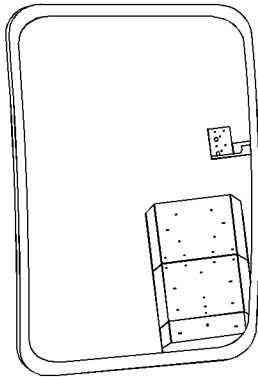

Ilustración 90
El soporte del espejo es ajustable. Gire la perilla del soporte del espejo hacia la izquierda para extender completamente el soporte del espejo retrovisor izquierdo. Gire la perilla hacia la derecha para sujetar el soporte. Ajuste el espejo retrovisor izquierdo (4) de manera que se pueda ver el lado izquierdo de la cabina. Ajuste el espejo retrovisor izquierdo (4) de manera que se puedan ver 100 mm (4 pulg) de la parte superior del neumático trasero. Consulte la ilustración 90. Ajuste también el espejo retrovisor izquierdo de manera que se pueda ver lo siguiente: